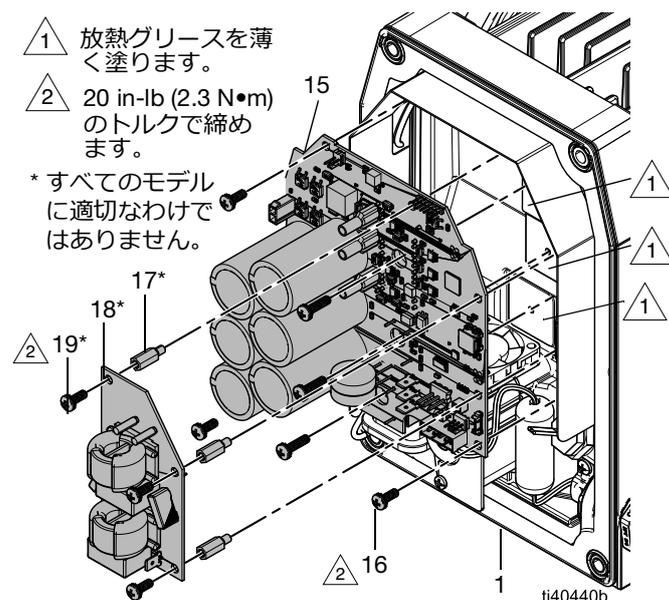

図 16: 制御ボードとフィルターボード
2. 必要な場合は、放熱グリスを薄く塗ってください。図 16 を参照してください。
3. ステーターハウジング (1) から離れた場所で配線を保持し、制御ボード (15) をステーターハウジングに挿入してください。
4. 制御ボード (15) を所定の場所に保持します。同時に、制御ボードファスナー (16) を設置します。20 in-lb (2.3 N·m) のトルクで締めます。
5. 適切な場合は、スパーサー (17)、フィルターボード (18)、ファスナー (19) を設置してください。ファスナー (19) をしっかりと締めます。
6. 適切な場合は、フィルターボード (18) パワーのブラウンケーブルを制御ボードの L1 につなげ、ブルーケーブルを L2 につなげます。電気回路図 (44 ページ) を参照してください。
7. すべての配線を制御ボード (15) とフィルターボード (18、適切な場合) につなげます。電気回路図 (44 ページ) を参照してください。